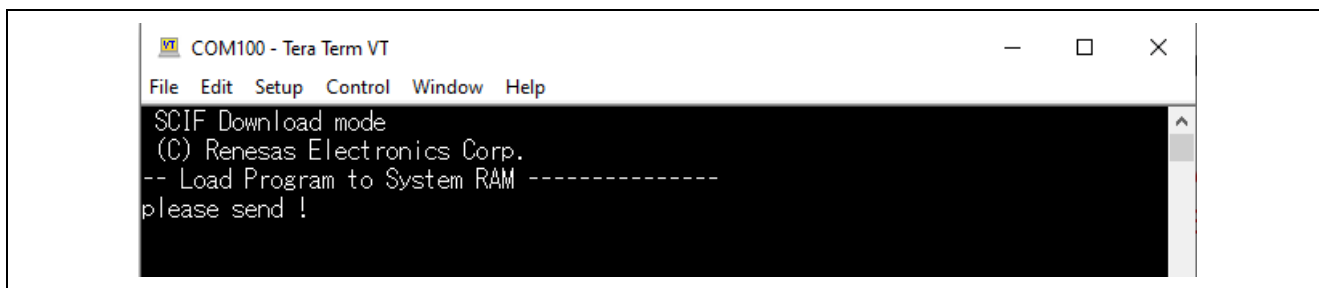

図 3-5 SCIF Download Mode
6. リセットボタンを押下することで EK-RZ/A3M が **Boot Mode 5** で起動し、図 3-5 のようにコンソール出力されます。